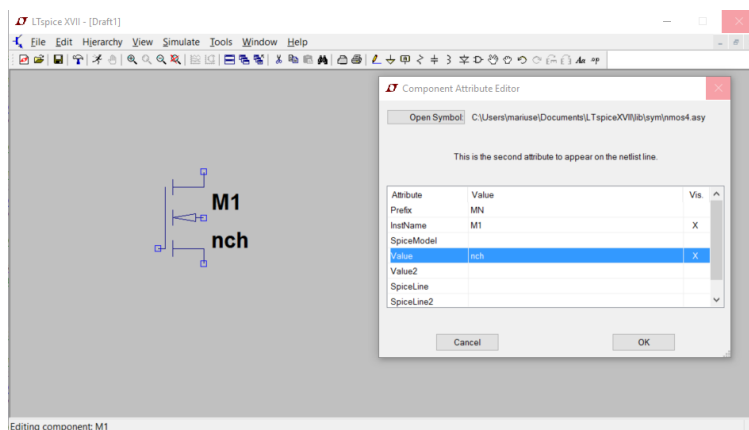

Figure A.11: LT Spice - Adaugarea unei model extern pentru tranzistorul nMOS.
5. Se modifică în mod corespunzător parametrul *value* cu modelul declarat anterior (se observă în Figure A.11),